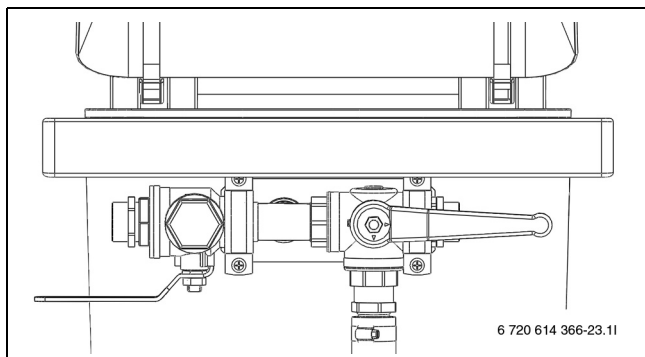

Рис. 27 Станция в положении заполнения
- ▶ Установите краны на станции в положение заполнения и заполните контур рассолом (→ рис. 27).